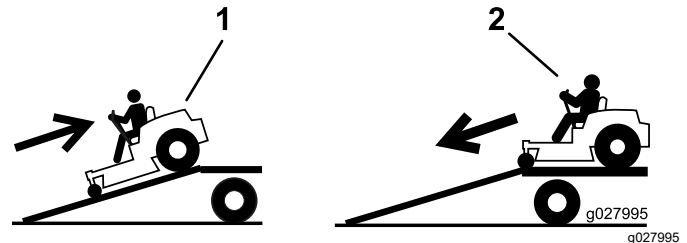

Figure 32
2. Descendez la rampe en marche avant (Figure 32).